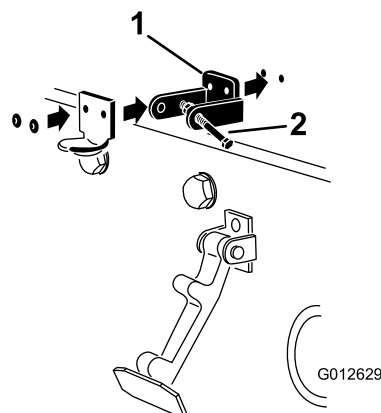

Figura 4
4. Alinee los orificios del soporte de seguridad para CE y del cerradero del capó con los orificios del capó (Figura 4).
6. Remache el seguro de cierre, el cerradero y las arandelas al capó (Figura 4).